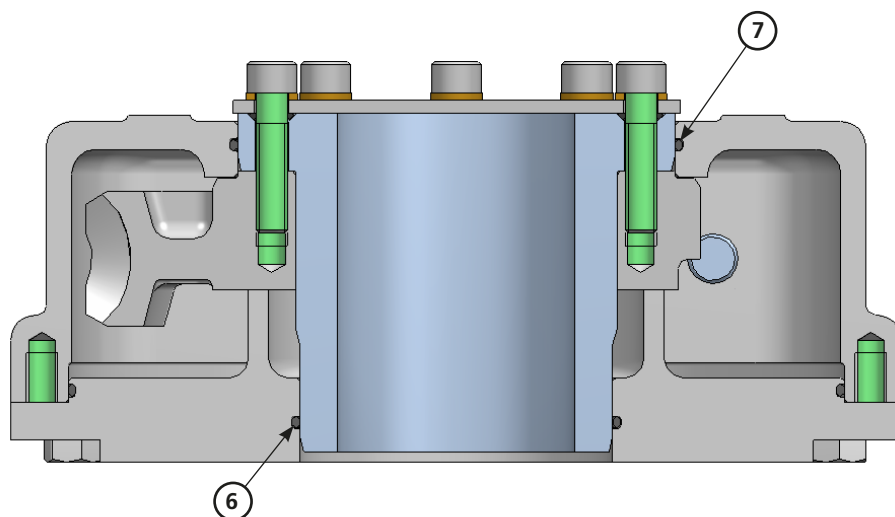

Figure 3 – Inspection des joints toriques
En vous référant à la figure 3, les joints toriques (6) et (7) doivent être inspectés pour vérifier qu'ils ne sont pas endommagés, qu'ils sont bien graissés et parfaitement étanches avant de replacer la douille d'entraînement. Si le joint torique est endommagé, il doit être remplacé avant de replacer la douille d'entraînement.